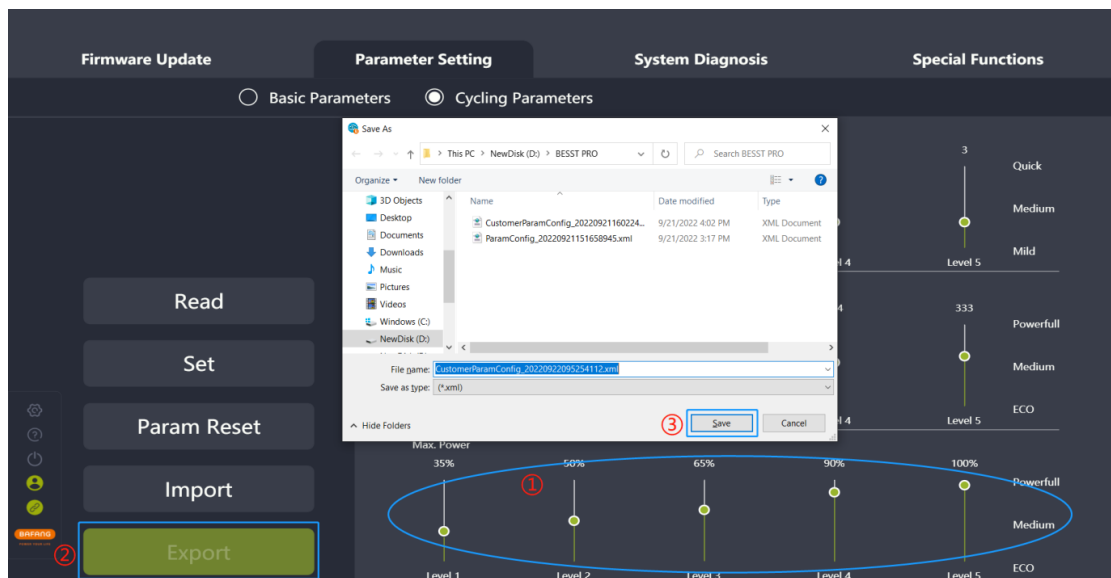

图 5-16 导出
- (1) 点击“导出”；
- (2) 将参数界面的配置信息和控制器硬件版本号（用于导入验证）导出成参数配置文件并保存到本地，路径可自主选择，文件名可编辑，例如：CustomerParamConfig_20220922095254112.xml（如图 5-16）。